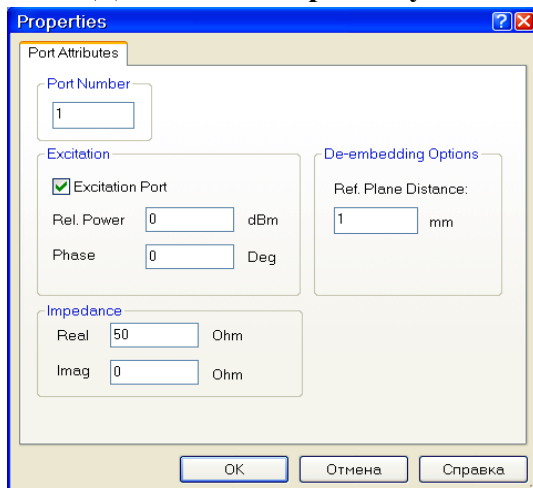

Рис. 6.56
4. Дважды щёлкните левой кнопкой мышки по порту **1**. Откроется окно свойств порта (рис. 6.56). В поле **Ref. Plane Distance** введите расстояние **1 mm**, на которое нужно сдвинуть референсную плоскость. Нажмите **OK**.